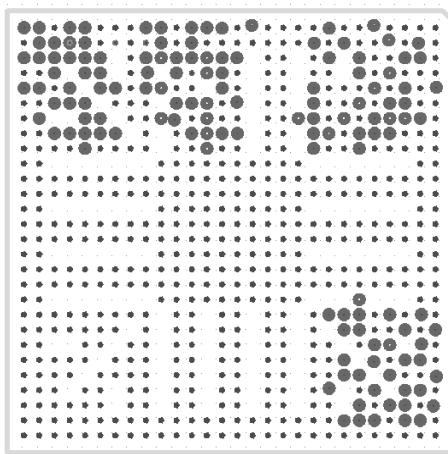

图 12-3 被标记的 FPGA
(2) 按照相同的操作方法，可以把需要调整的 Bank 在 PCB 的某一机械层进行标记，如图 12-3 所示。